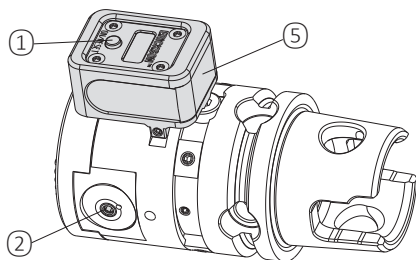
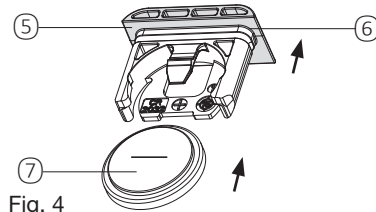

Fig. 2
Fig. 4
Troca de bateria (Fig. 2 e 4)
A bateria integrada tem uma vida útil de aproximadamente 5 mil ciclos de configuração. Recomendamos manter as baterias de reposição por perto (tipo de bateria VARTA Cr 2032). Quando o símbolo “Low battery” (Bateria fraca) aparecer no visor, as baterias durarão mais cerca de 50 ciclos de configuração. Se, ao ligar, o visor mostrar o código de falha E-99 e “Low battery” (Bateria fraca) piscar, significa que a bateria está gasta e precisa ser substituída. Para substituir, puxe o compartimento da bateria ⑤ (Fig. 2 e 4) para fora da unidade do visor, remova a bateria antiga e descarte-a corretamente. Insira a bateria nova da maneira correta (Fig. 4). Em seguida, deslize o compartimento da bateria de volta para a unidade de exibição.